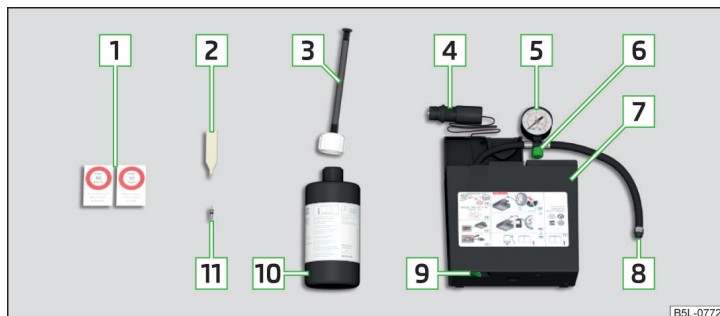

Fig. 154 Descrierea setului de pană
- Aplicați cheia de ventile 2 » fig. 154 la pagina 142 pe inserția ventilului, astfel încât aceasta să se potrivească în fanta cheii.
- Scuturați bine recipientul 10 » fig. 154 la pagina 142 de câteva ori în ambele sensuri.
- Înșurubați bine furtunul de presiune [8] » fig. 154 la pagina 142 pe ventilul anvelopei.
- Lipiți autocolantul corespunzător [1] » fig. 154 la pagina 142 pe planșa de bord, în câmpul vizual al șoferului.